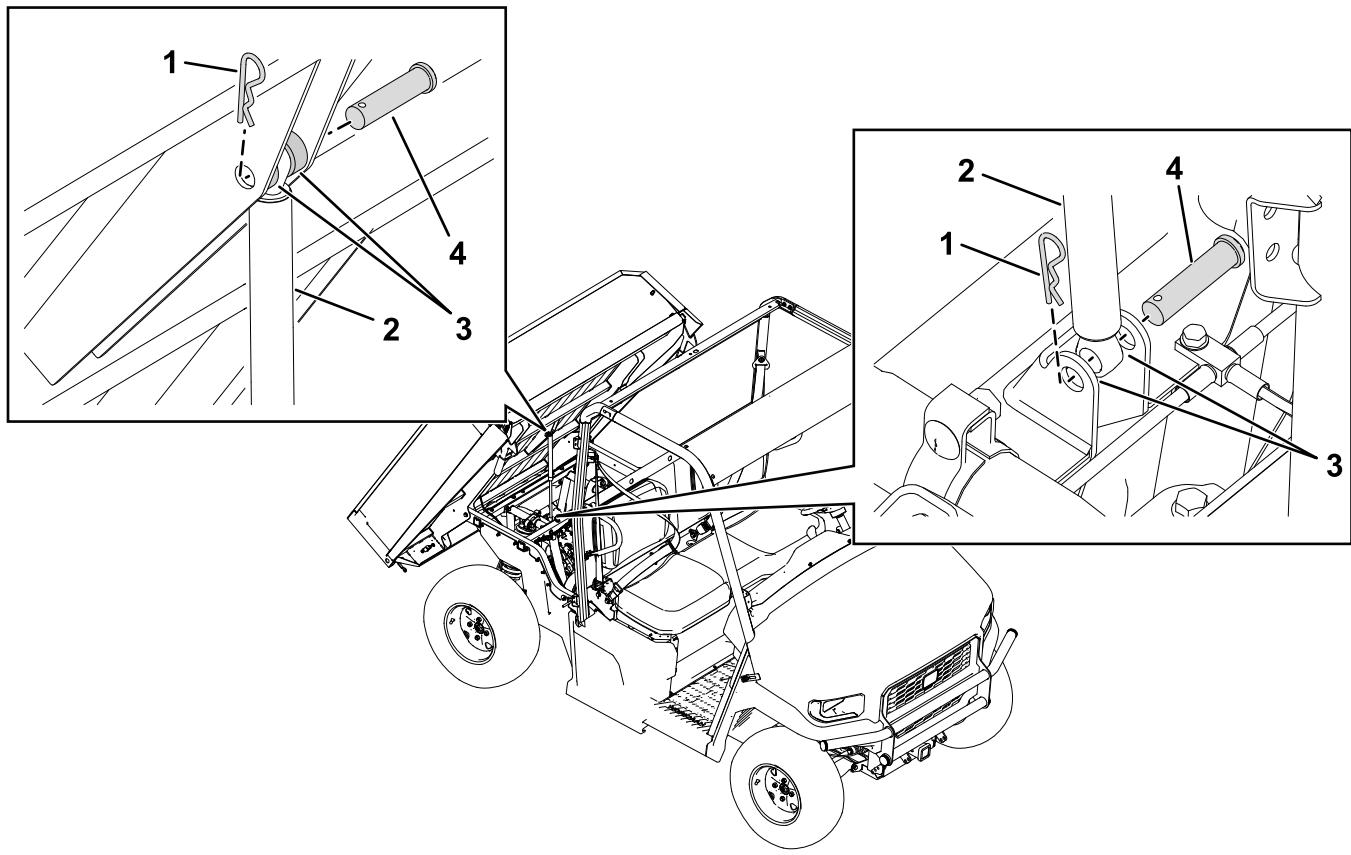

Figura 5
2. Rimuovete i perni con testa, le coppiglie e i distanziali che fissano il cilindro esistente al pianale e al telaio della macchina (Figura 5).